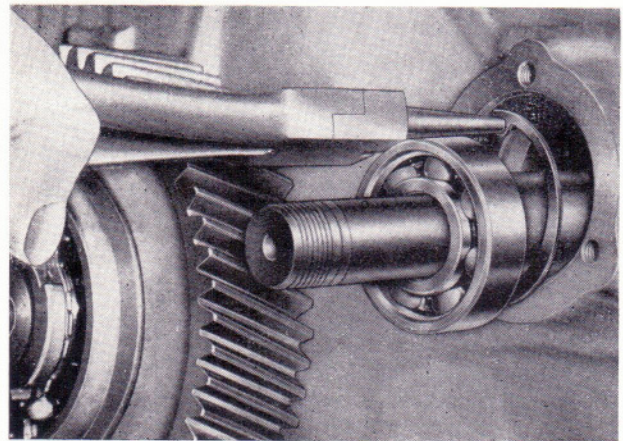

Bild 56
- Sicherungsring im Kurbelgehäuse ausbauen (Bild 56).